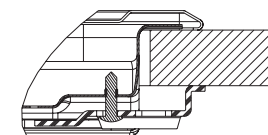

Fig. 1
1. Fissare le mollette (A) (fig. 1) con le apposite viti in dotazione, rispettando le distanze specificate.
- Terminato il collegamento elettrico, installare il piano di cottura dall'alto e bloccarlo sulle mollette di fissaggio come illustrato in fig. 1.